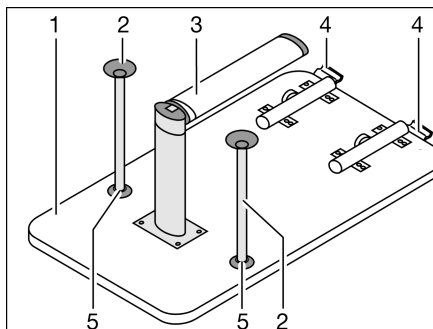

Fig. 98 Struttura di supporto letto
- Sollevare il piano del tavolo (Fig. 98,1) di circa 45° in avanti.
- Ribaltare di 90° all'indietro la parte inferiore del supporto snodabile (Fig. 98,3). A questo scopo, a seconda del modello, tirare verso il basso la parte inferiore del supporto snodabile o premere il bottone di sbloccaggio.
- Nel bloccaggio (Fig. 98,4) premere il bottone di sbloccaggio.
- A seconda del modello, inserire i due montanti di supporto aggiuntivi (Fig. 98,2) negli alloggiamenti (Fig. 98,5) sul lato inferiore del piano del tavolo.